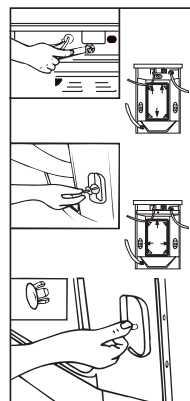

Fig.2
- Togliere le staffe di imballaggio come illustrato nella Fig.2